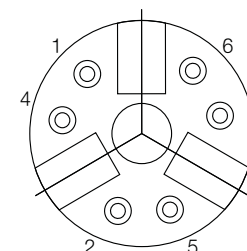

Fig.5
(5) 척을 스피들(척 아답터) 부착면에 부착하여 주십시오. 척 핸들을 회전시켜 척이 선반의 스피들 부착면에 완전히 밀착하게 해 주십시오. 척 체결볼트를 균등히 체결하여 주십시오.(Fig.5)
(5) Mount the chuck to the spindle,(via adaptor plate) Turn the joint so that the chuck is properly attached to the spindle mounting face of the lathe. Uniformly tighten chuck mounting bolts in order to 1→2→3→4→5→6 as shown in Fig.5 (Uneven tightening will cause run-out.)
(5) 请把夹头安装在主轴(夹头适配器)上。旋转连接用把柄，使夹头完全与车床的主轴附着面相接触。均匀地，紧夹头螺栓 (Fig.5)